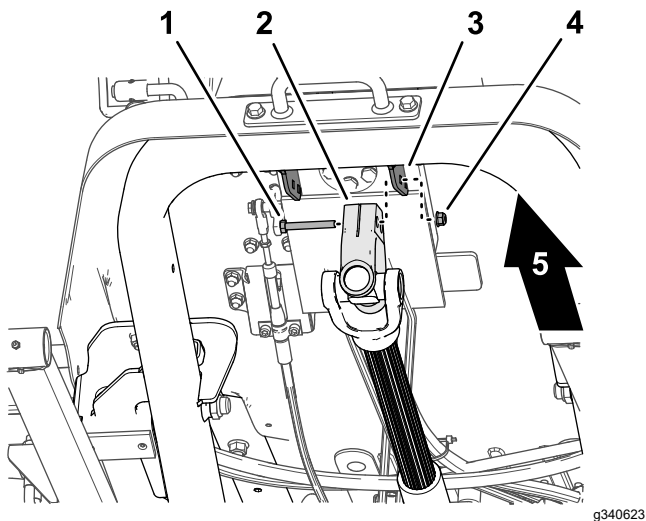

図 14
1. 駆動シャフトを支えながら、駆動シャフトのヨークをステアリングバルブマウントブラケット 図 14 に固定しているキャップスクリューとロックナットを外し、駆動シャフトを慎重に外す。